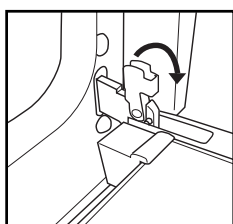

Fig. 1
2. Sollevare le levette di arresto delle cerniere in avanti fino al fermo (Fig. 1).